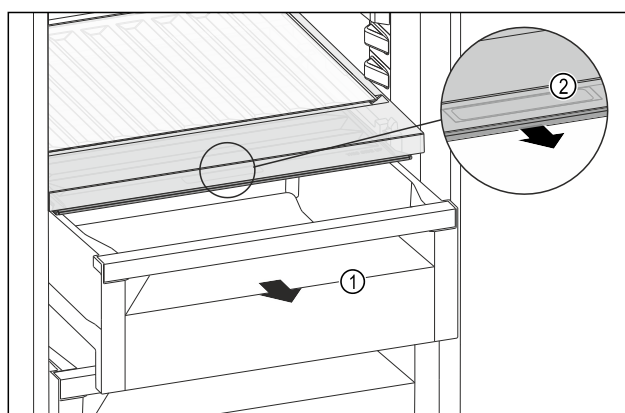

Fig. 180
- ▶ 拉出抽屉 Fig. 180 (1)。
- ▶ 抓住抽屉盖上的内嵌式拉手 Fig. 180 (2)，并同时向前拉出抽屉盖。